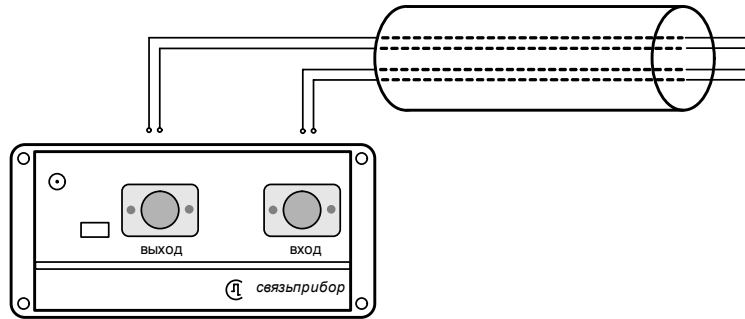

Рисунок 9-5. Измерение рабочего затухания «по шлейфу»
- Соедините на дальнем конце пары, подключенные к выходу и входу прибора в «шлейф», см. рисунок 9-5